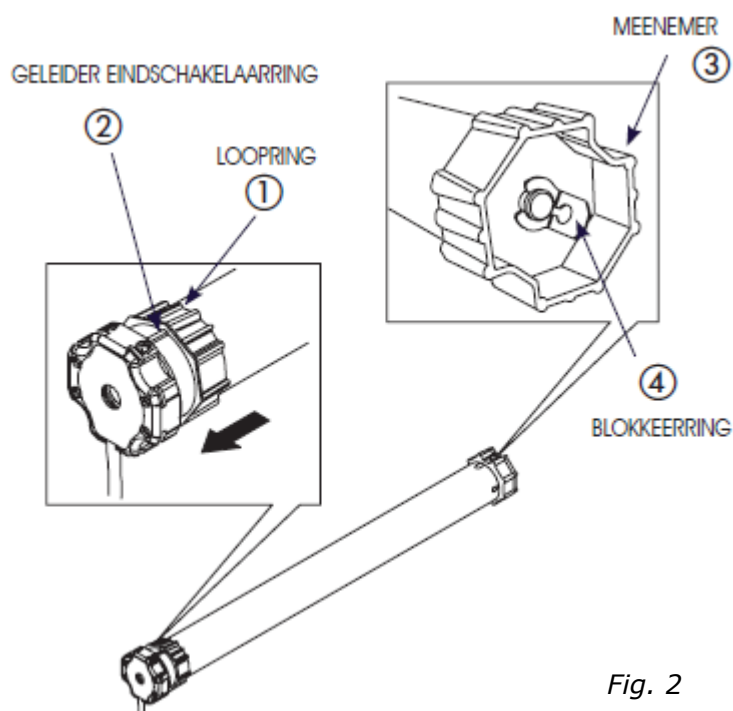

Fig. 2
1. Plaats de adapter (Fig.2 ref. 1) over de buismotor, totdat deze helemaal over de geleider (Fig.2 ref.2) van de eindschakelaarring is geschoven.
2. Plaats de meenemer (Fig.2 ref.3) over de motoras en blokkeer hem met de meegeleverde blokkeerring. (Fig.2 ref.4)